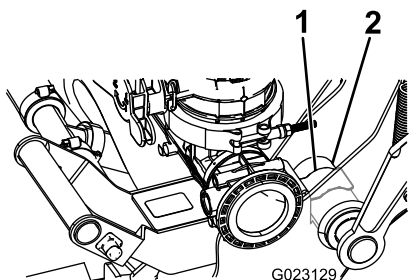

図 12
- そして、その位置から押して、クランプをピボットハウジングにはめる（図 12）。